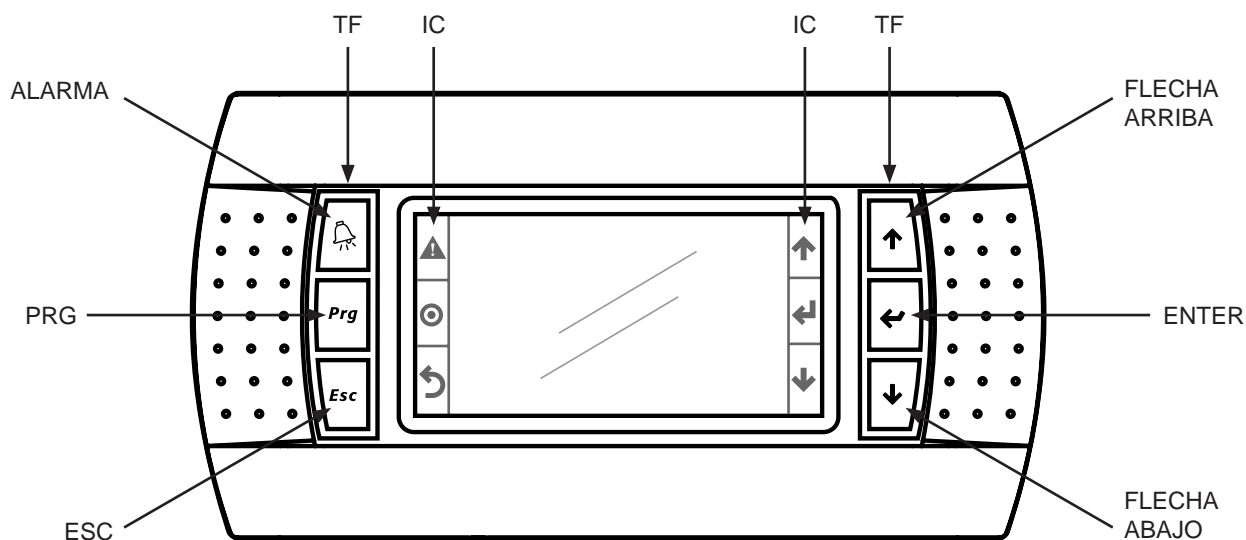

Figura 16
(1) Sólo compatible con los modelos adiabáticos (AVK, AVS, AVW).
(2) Sólo compatible con los modelos chillbooster. Los modelos chillbooster no son objeto de este manual.
9.10 El panel remoto (A2) consta de una pantalla central y 3+3 teclas físicas laterales: a la izquierda de la pantalla están las teclas "ALARMA", "PRG", "ESC", a la derecha las teclas "FLECHA ARRIBA", "ENTER", "FLECHA ABAJO". Véase la Figura 16. La función de las teclas físicas TF se hace explícita mediante los iconos IC correspondientes en la pantalla.